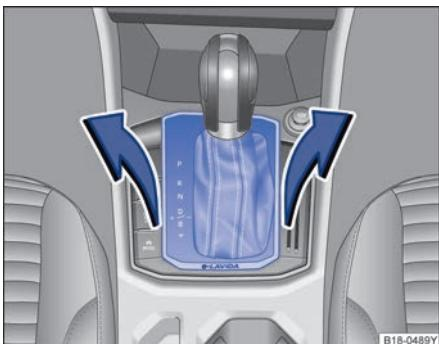

图 89 拆卸换挡杆面板
- 小心将选换挡杆防尘套区域内的面板连同其上连接着的导线一起向上拉⇒图 89。